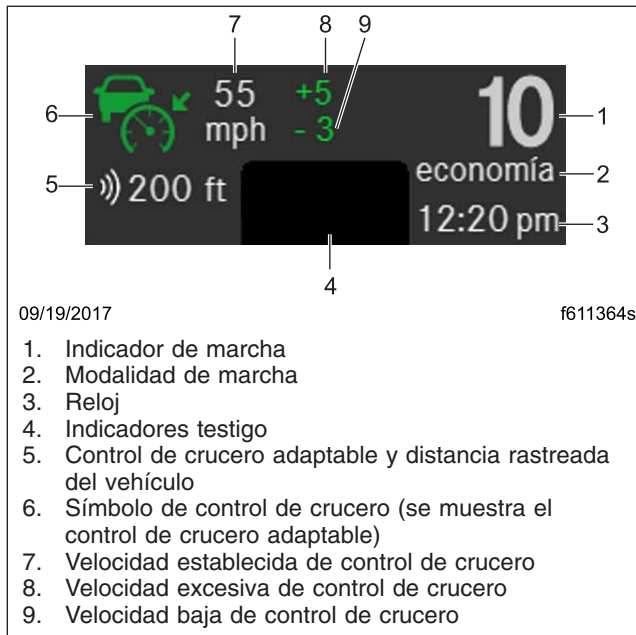

Figura 4.18, Menú estático
- Botón Decelerate/SET (desacelerar/establecer)—Presiónelo para establecer la velocidad de cruceo mientras el vehículo viaja a la velocidad deseada. Presione y sostenga para disminuir la velocidad de cruceo establecida en incrementos de 5 mph (8 km/h) (únicamente motores Detroit diésel). Una sola presión disminuye la velocidad en 1 mph (1.6 km/h). Cuando se ha establecido el control de cruceo, el menú estático de la pantalla del conductor muestra iconos relevantes del control de cruceo y la velocidad establecida. Vea la **Figura 4.18**. La memoria de velocidad se mantendrá hasta que se apague la ignición.